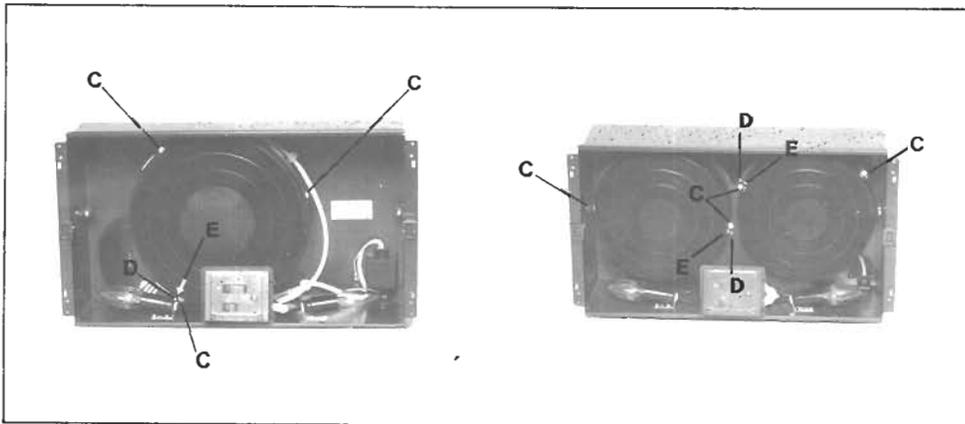

Fig. 3
- c) introduire le filtre aux emplacements "C" (Fig. 3) en faisant correspondre le repère "D" et le repère "E" et le faire tourner dans le sens des aiguilles d'une montre (comme indiqué par la flèche) jusqu'à son blocage (Fig. 3). L'air filtré est évacué par-dessus l'élément haut à l'aide d'un tuyau de 100